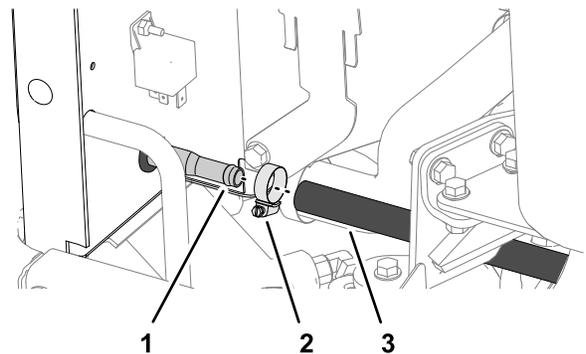

Figura 12
2. Retire a braçadeira de tubos que prende o tubo de entrada do refrigerador ao tubo hidráulico de entrada e separe um tubo do outro (Figura 12).